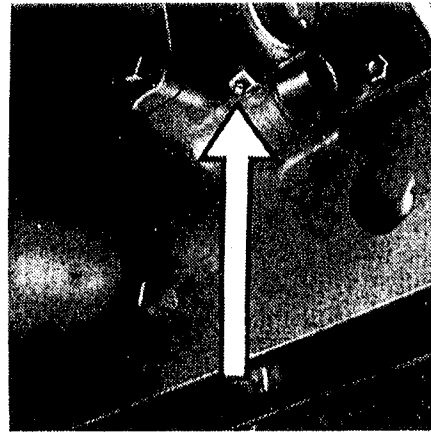

Abb. 46
20. Die Schmierstellen der **Kupplungsquerwelle** (Abb. 46) sind alle 2000 km abzusmieren. Hierzu Abschmierfett verwenden!